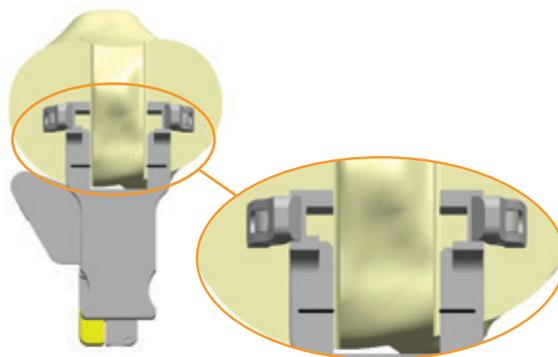

Figura 36
- 1 Acople la guía de escoplo de eminencia anterior a la guía de referencia y bloquee esta (figura 36).